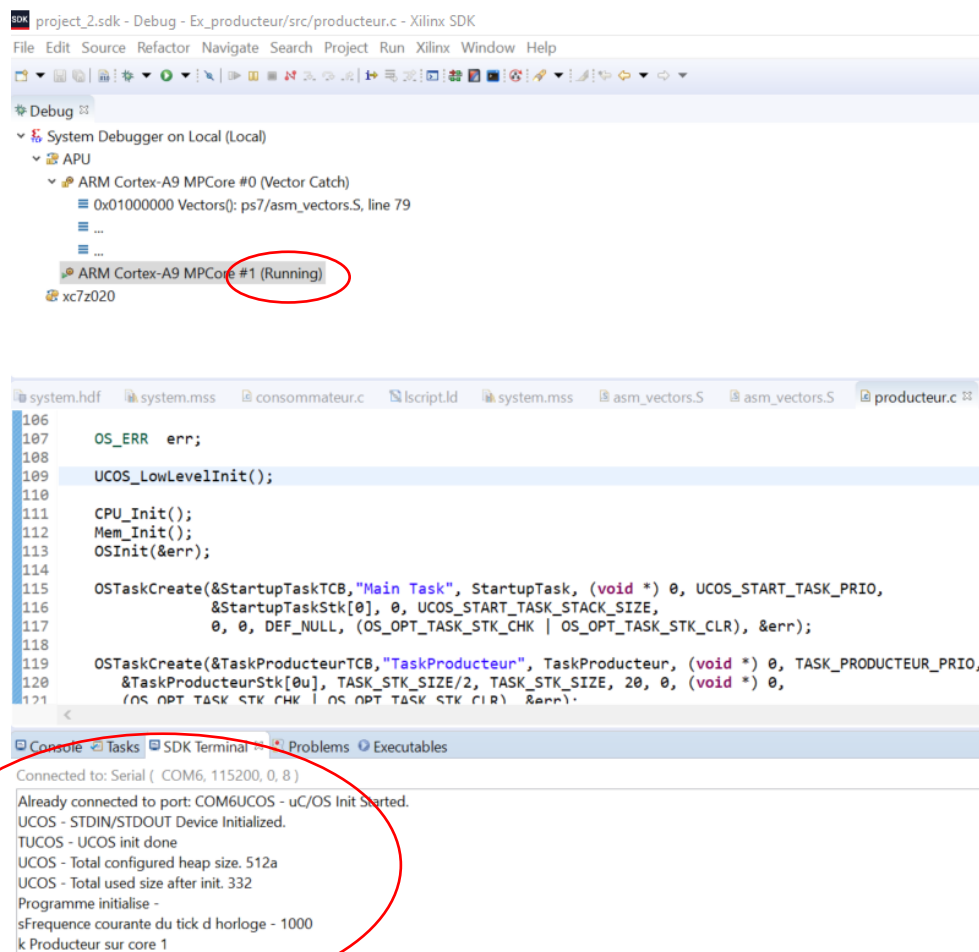
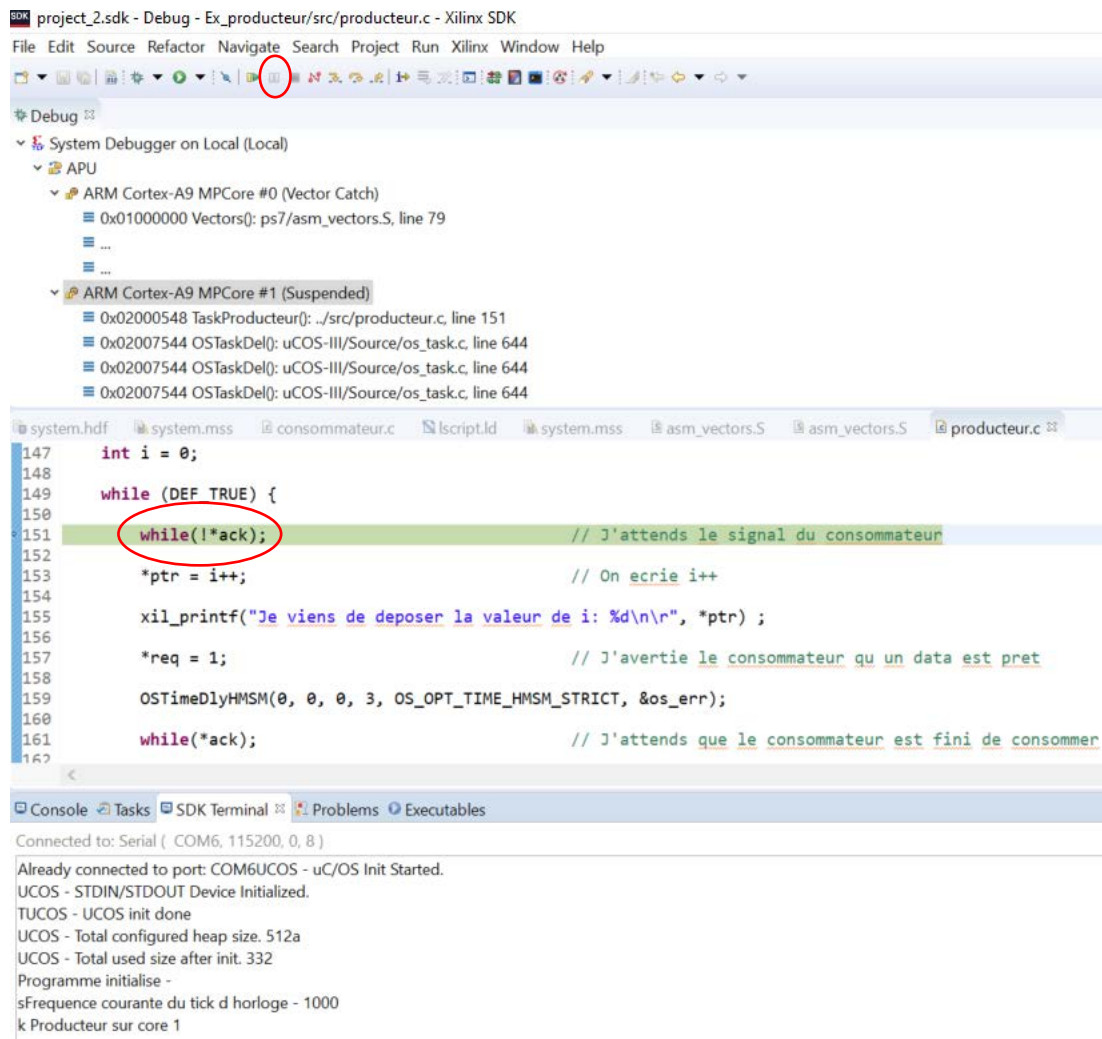

Figure 15
Figure 16
- ii. cliquez sur *Resume*. Le core 1 va alors s'arrêter à la ligne 109. Préparez alors la fenêtre SDK terminal puis faites un autre *Resume*. Vous devriez voir l'initialisation du core 1 complété dans la fenêtre SDK terminal (Figure 15). Toujours sur la figure 15, vous devriez aussi voir que core 1 est en mode *Running*. Cliquez sur *Suspend* (Figure 16) et vous devriez voir que core 1 a stoppé à la ligne 151. On vous expliquera au laboratoire le protocole mais disons que pour l'instant considérez que core 1 (producteur) est en attente active du signal *ack* (adresse 0x3000014 dans la mémoire partagée). Or ce signal *ack* est en fait le signal *req* du consommateur sur core 0 (voir fig. 5).